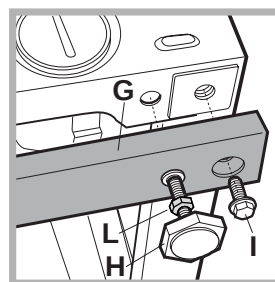

Abb. 11
2 Querstreben (G); 4 Stellfüße (H); 4 Schrauben (I); 4 Schraubenmutter (L). Verahren Sie hierzu wie folgt (*Abb. 11*):